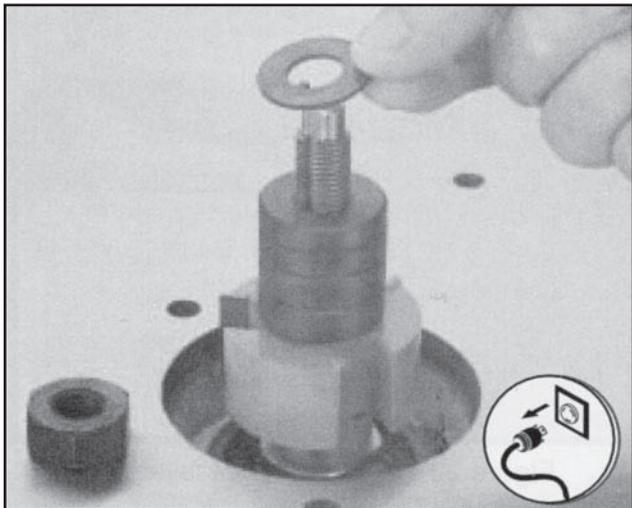

Figura 20. Colocación del collar o espaciador
4. Coloque la roldana plana y la tuerca como se muestra en la Figura 20.